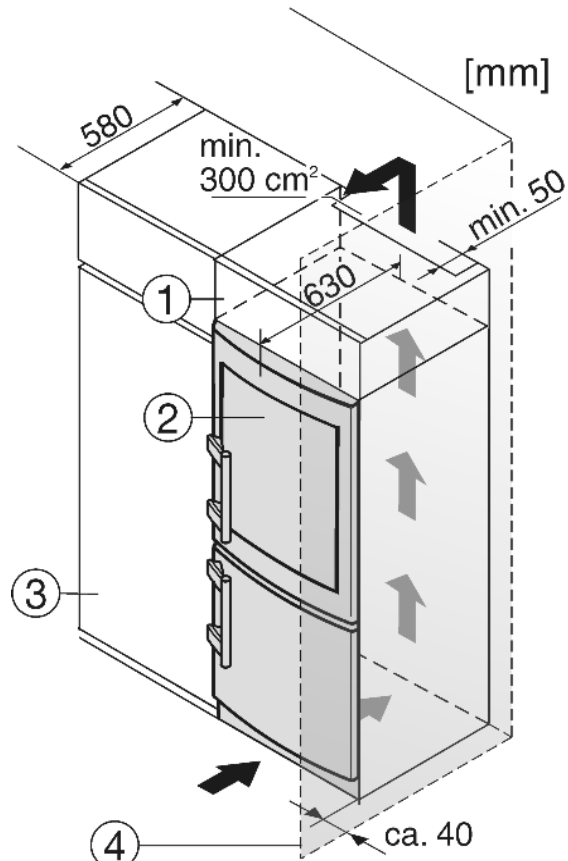

Fig. 20
- (1) Дополнительный шкафчик
- (2) Устройство
- (3) Кухонный шкаф
- (4) Стенка
Устройство может быть окружено предметами кухонной обстановки. Чтобы уравнивать устройство Fig. 20 (2) по высоте с кухонной стенкой, можно установить над устройством соответствующий дополнительный шкафчик Fig. 20 (1).
При комбинировании с обычными кухонными шкафами (глубина макс. 580 мм) устройство можно установить непосредственно рядом с кухонным шкафом Fig. 20 (3). Дверь устройства выступает по сторонам на 34 мм и по центру устройства на 50 мм относительно передней стенки кухонного шкафа. Поэтому ее можно свободно открывать и закрывать.
Если устройство установлено на шарнирах у стены Fig. 20 (4), то расстояние между устройством и стеной должно быть не менее 40 мм. Настолько выступает ручка при открытой дверце.